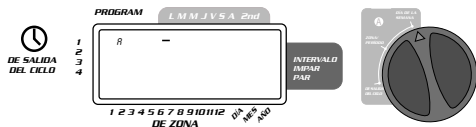

FIGURA 7: Pantalla LCD con días de riego
- Haga girar el dial a **DÍAS DE RIEGO** en el programa A. La pantalla mostrará una "A" y el cursor parpadeará debajo de los días de la semana M, T, W, T, F, S, S (lunes, martes, etc.) [Vea la figura 7].